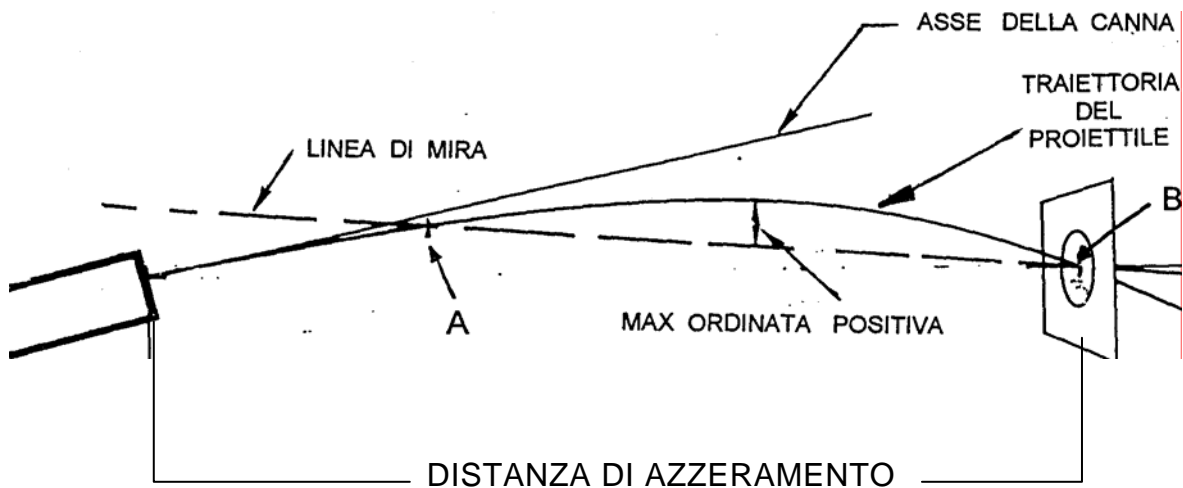

FIG. 1
La taratura di un congegno di mira consiste, concettualmente, nel far sì che agendo su i dispositivi di regolazione, di cui questo è dotato si riesca a far coincidere, ad una distanza prestabilita, il punto di impatto del proiettile con il punto mirato attraverso l'apparato di mira utilizzato. (Vedi fig. 1)
E' noto che la traiettoria di un proiettile è assimilabile ad una curva di tipo parabolico , e che poi tale curva (nel caso di azzeramento dell'arma a 200-300 m. ed oltre) , intersecherà necessariamente, la linea di mira in due punti (Vedi fig. 1) : un primo punto (A) posto indicativamente, abbastanza vicino alla volata della canna ed un' secondo (B) alla distanza a cui è stata tarata la nostra carabina.
Da quanto sopra si evince che : - tra i due punti, in cui la palla incontra la linea di mira , la sua traiettoria si manterrà sempre in una posizione superiore a tale linea e la sua max distanza da questa, (vedi fig.1) sarà funzione, delle caratteristiche geometriche , dei peso , della velocità di lancio del proiettile e della densità dell'aria. Sarà quindi importante definire a priori una distanza di azzeramento idonea al nostro calibro ed al tipo e peso della palla utilizzata, in modo da far sì che il nostro proiettile viaggi sempre in una zona dello spazio, quanto più possibile vicina alla linea di mira. Tale zona viene indicativamente e mediamente , delimitata verticalmente da due rette parallele poste : una superiormente a + 7 cm. e l'altra inferiormente a - 7 cm. dalla linea di mira (i valori indicati variano in funzione della specie) ed individuano in pratica , i punti più alto e più basso della "zona vitale" del selvatico) (Fig. 5)
In questa sede , non si ritiene opportuno addentrarsi in problematiche e nozioni balistiche e si preferisce invece per semplicità viste le caratteristiche dei calibri (22-250 Rem - 243 Win. - 6,5x55 Swedish - 270 Win.- 308 Win. - 30.06 Spf. - 7 mm R.M.) ed il peso dei relativi proiettili utilizzati generalmente per la Caccia di Selezione alle specie presenti sul territorio Pistoiese, prendere in considerazione una distanza di azzeramento di 200 m. Una scelta di questo tipo comporterà che in via di massima, per le cartucce ,precedentemente elencate, il punto più alto della traiettoria dovrebbe essere situato alla distanza di circa 15-130 m dalla volata e trovarsi a circa 5 - 7 cm. al disopra della linea di mira, mentre alle altre distanze di tiro, minori o maggiori, di quelle prima indicate (115-130 m.) il nostro proiettile viaggerà sempre più vicino al punto collimato (linea di mira), fino a coincidere con questo, alla distanza di azzeramento stabilita (200 m.) (fig. 1)